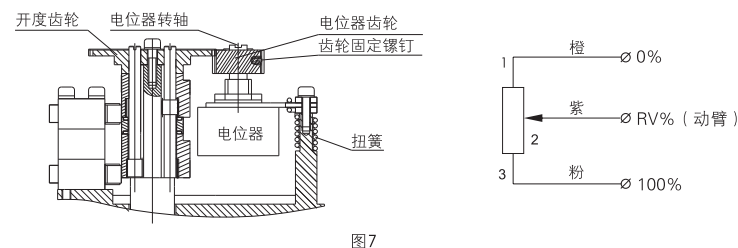

图7
3、电位器的调整（图7）适用于C、D型
①用手柄驱动执行机构向中间位置运行使指针正指向50%刻度线。
②使电位器齿轮和开度齿轮啮合好（齿轮固定螺钉朝向朝外，易于锁紧）。
③如图7，用万用表测量电位器始端和终端阻值（电位器1、3脚间阻值），记下阻值R。
④将万用表两表笔分别接在电位器动臂（电位器2脚）和另外任意一端上，用平口起子缓缓转动电位器转轴，观察万用表读数，当阻值为 $R/2 \pm 2\Omega$ 时，停止调整电位器转轴，并锁紧齿轮固定螺钉。